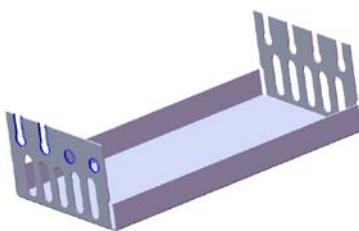
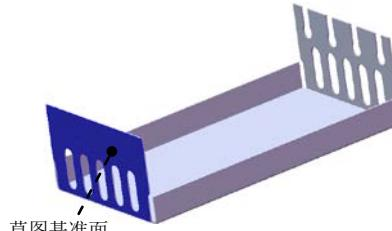

图 11.3.33 切除一拉伸4
图 11.3.34 草图基准面
Step12. 创建图 11.3.33 所示的切除一拉伸4。
(1) 选择命令。选择下拉菜单**插入(I)** \rightarrow **切除(C)** \rightarrow **拉伸(E)…**命令。
(2) 定义特征的横断面草图。
① 定义草图基准面。选取图 11.3.34 所示的表面作为草图基准面。